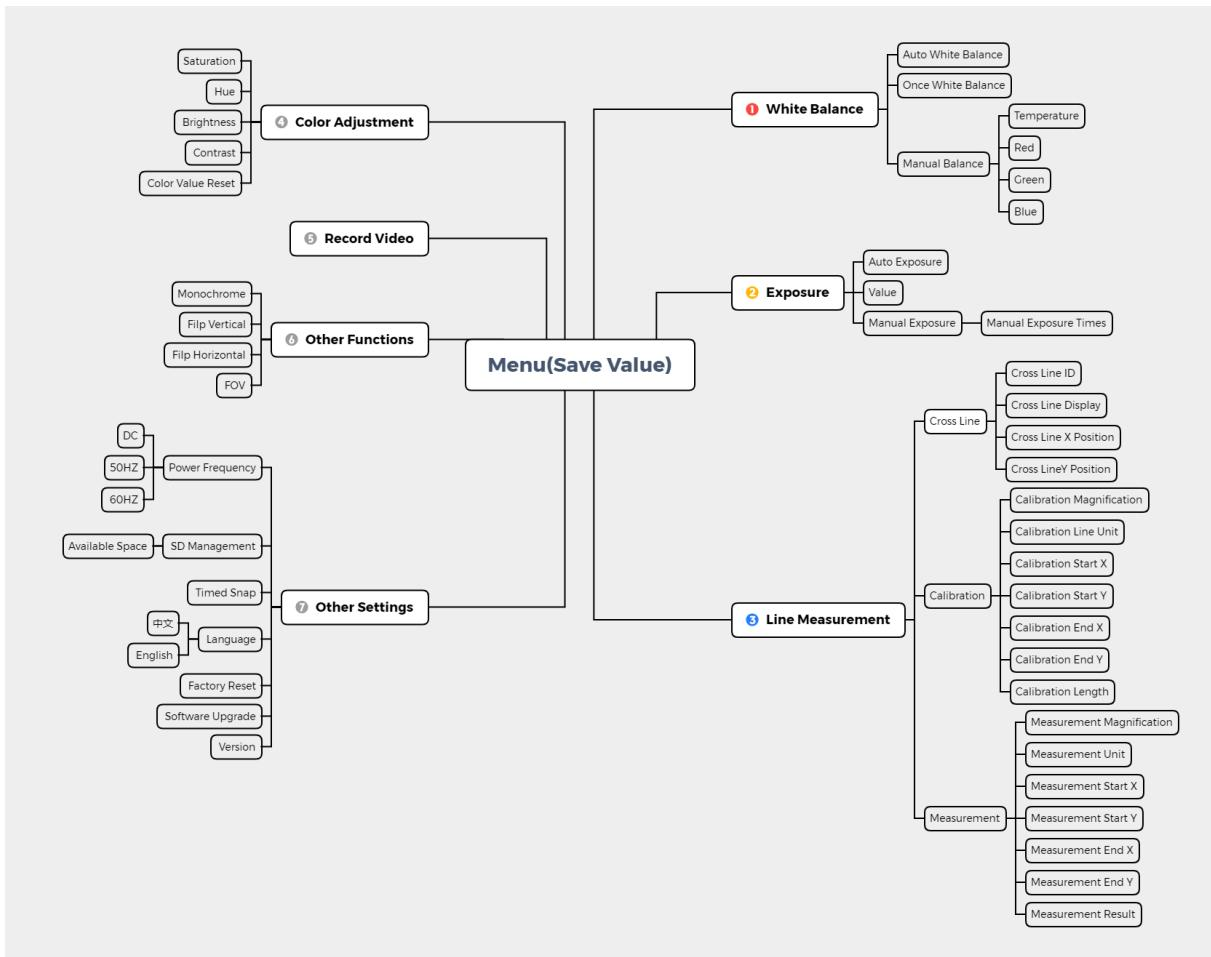

Fig. 23
- Le funzioni specifiche di questo menu sono mostrate in Fig. 23.